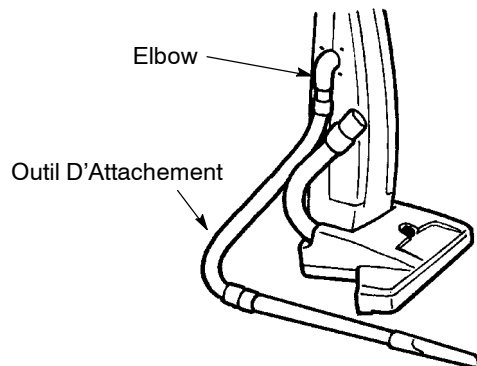

FIG. 6
3. Branchez le tuyau d'aspiration des instruments au raccord coudé et l'instrument de votre choix à l'autre extrémité (Figure 6).